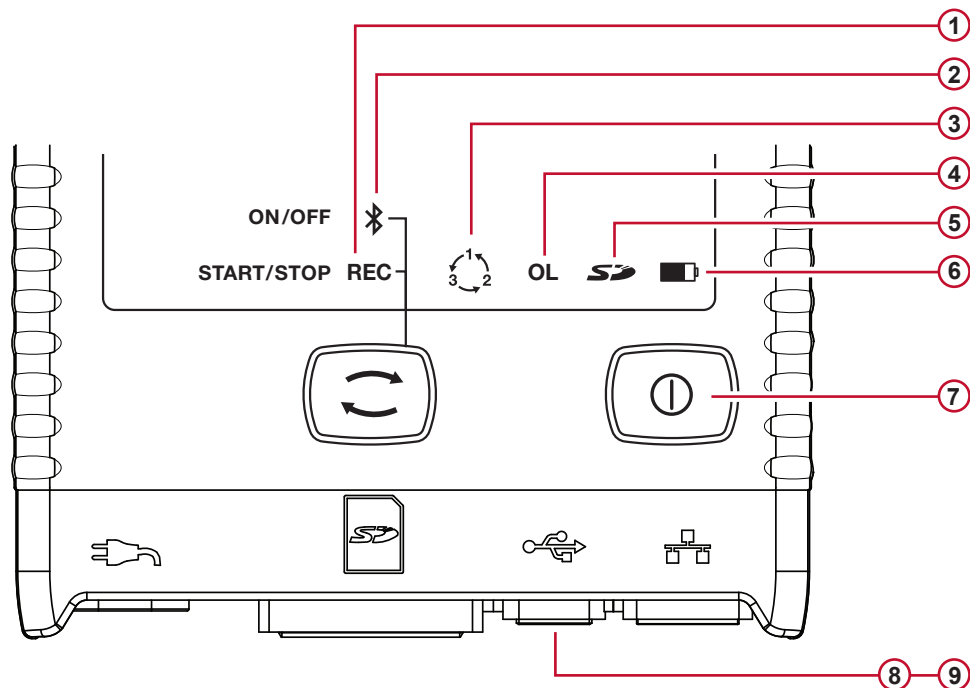

Bild 9
- Grön REC LED (se nr. 1 på Bild 9 bild 11) tänds under 3 s, följt av blå Bluetooth LED (se nr. 2 på Bild 9) under 3 s - efter varandra. Under tiden varje LED lyser kan du kontrollera dess tillhörande funktion som beskrivs nedan.